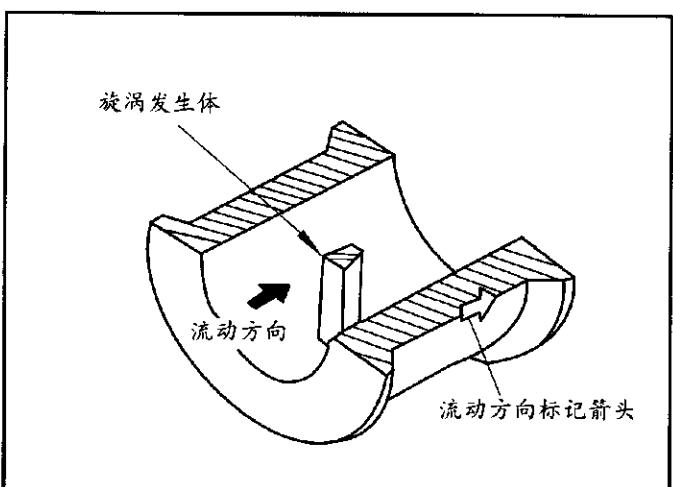

图8-11 对着流动方向的旋涡发生体的安装方向
- c. 流体流动方向与旋涡发生体组件的方向要象图8-11所示那样。